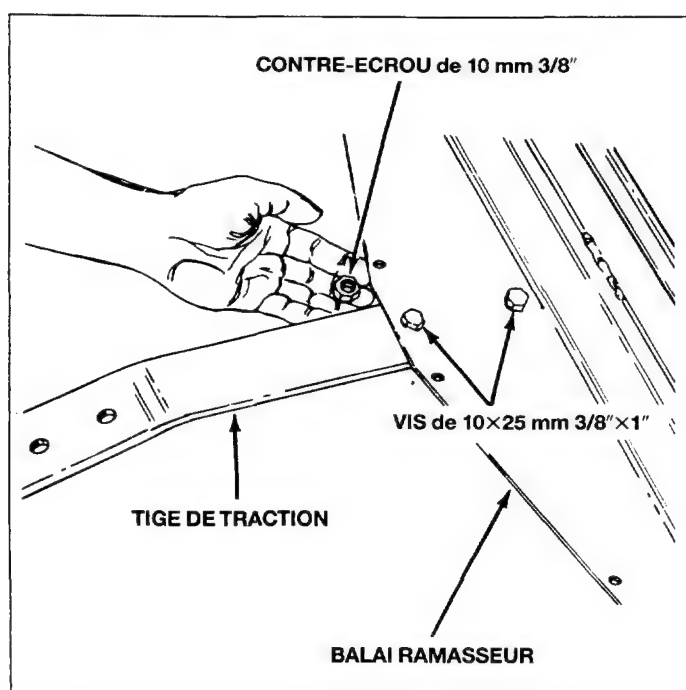

Fig. 3
1. Montez la tige de traction sur le balai ramasseur. Placez cette tige sous le balai ramasseur selon les indications de la figure 3.
2. Fixez la tige de traction avec deux vis à tête hexagonale M10×25 mm (3/8"×1") et deux contre-écrous de 10 mm (3/8"). Voir la figure 3. *Pour le moment, ne serrez pas les boulons.*